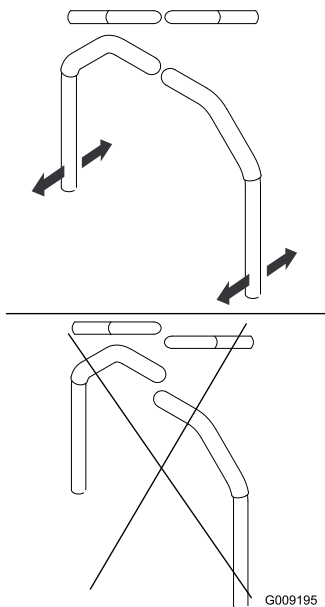

Figure 85
4. Réglez l'alignement avant/arrière des leviers en les plaçant simultanément à la position point mort puis faites-les coulisser jusqu'à ce qu'ils soient alignés, puis serrez les boulons (Figure 85).